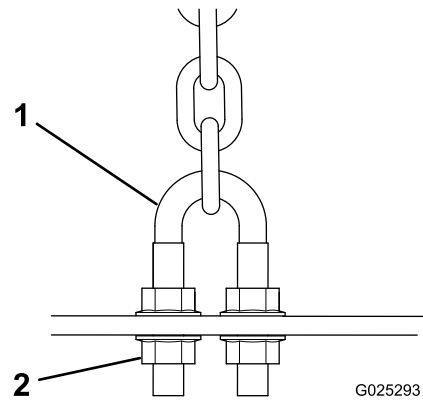
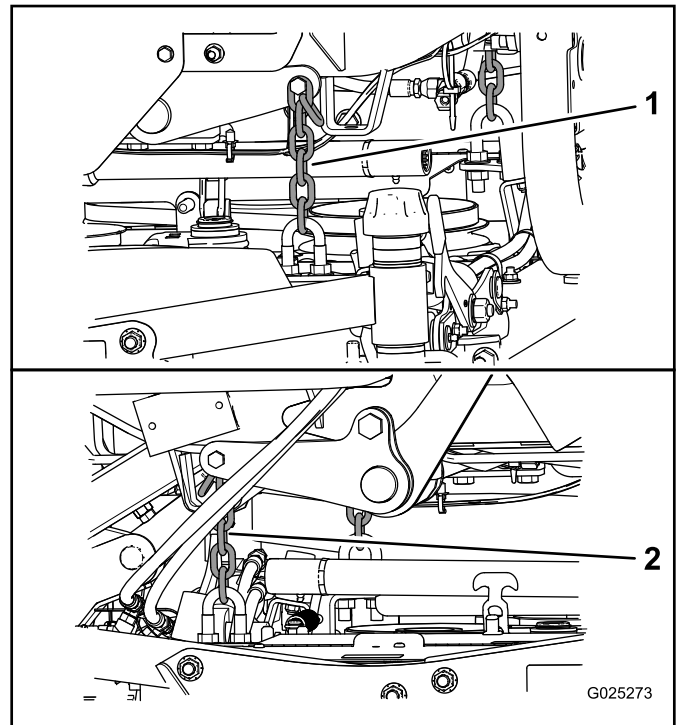

Bild 8
Bild 9
7. Stellen Sie die U-Bügel-Klemmmuttern (Bild 8) ein, mit denen die hinteren Mähwerkketten (Bild 9) am Mähwerk befestigt sind, um das Mähwerk hinten anzuheben, sodass die Messerneigung auf 8 mm bis 11 mm eingestellt ist.
8. Stellen Sie die Klemmmuttern ein, mit denen die Mähwerkketten am Mähwerk befestigt sind, bis das Mähwerk nivelliert ist (Bild 9).